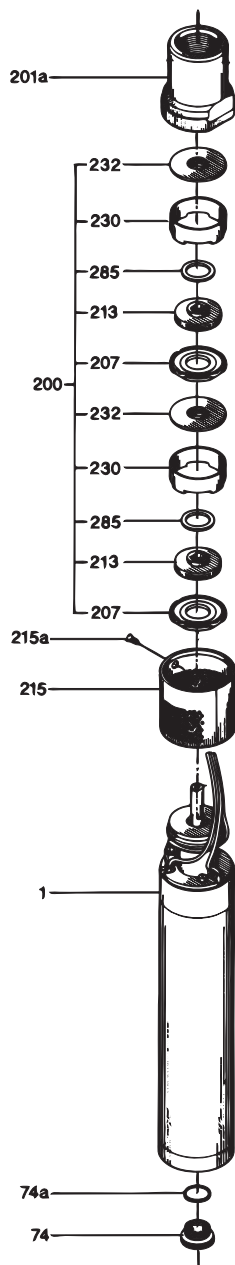

Fig. 16 Composants de la pompe
Procédure (voir fig. 16) :
7. Monter le corps de pompe (pos. 201a) sur les pièces d'usure comprenant les roues (pos. 200) et le visser sur l'entretoise d'aspiration (pos. 1). Voir fig. 16.
9. Monter la crépine (pos. 215) sur le corps de pompe et la presser contre le moteur. Tourner la crépine à droite jusqu'à ce que le trou de la crépine et celui du corps de pompe se trouvent dans la même position.
10. Monter et serrer la vis (pos. 215a).